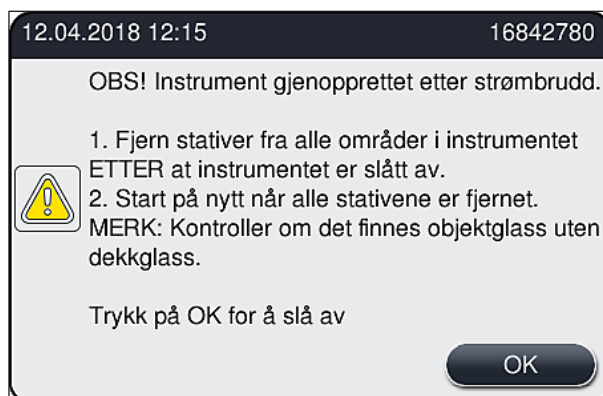

Fig. 109
- Etter at strømforsyningen har blitt gjenopprettet, utfører apparatet automatisk en omstart. Brukeren underrettes om strøbruddet via en informasjonsmelding (→ Fig. 109) på skjermbildet, og hendelsen angis i hendelsesloggen.
- ⓘ Etter at strømforsyningen har blitt gjenopprettet, starter apparatet automatisk på nytt. Et advarsellydsignal høres, og en varselmelding vises på displayet (→ Fig. 109).
Følg deretter anvisningene i informasjonsmeldingen (→ Fig. 109) og fjern objektglassene fra apparatet.